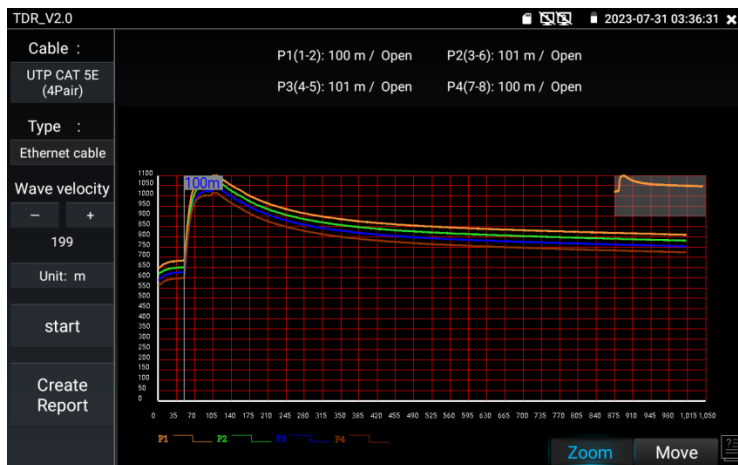

Рис. 128 Рефлектометр (TDR v2.0) для разных типов кабеля, интерфейс
3. Найдите на рабочем столе тестера ярлык приложения и запустите его, рис. 128